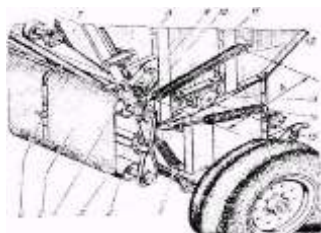
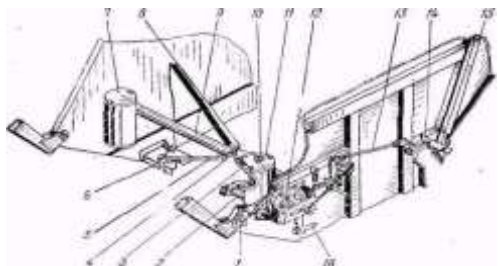

Рис. 7. Транспортер:
Рис. 11. Аппарат обматывающий:
одинакового количества регулировочных прокладок 15 (рис. 7) под обеими опорами барабана 6 (рис. 11). Контролировать зазор по угловому люфту наружного диаметра зубчатого колеса 4 при неподвижной шестерне.
Для среднего шага витков обмотки ось кривошипа шатуна 16 установить в отверстие В эксцентрика 7 (рис. 13), при этом собачка 10 (рис. 14) должна перемещаться на два зуба храповика 6. Регулировку производить изменением длины шатуна 16 (рис. 11).
11. Отрегулировать предварительное сжатие прессуемой массы натяжением пружины 12 (рис.7). Длина растянутых пружин при плотности прессования 150—170 кг/м 3 должна быть 450 - 500 мм.